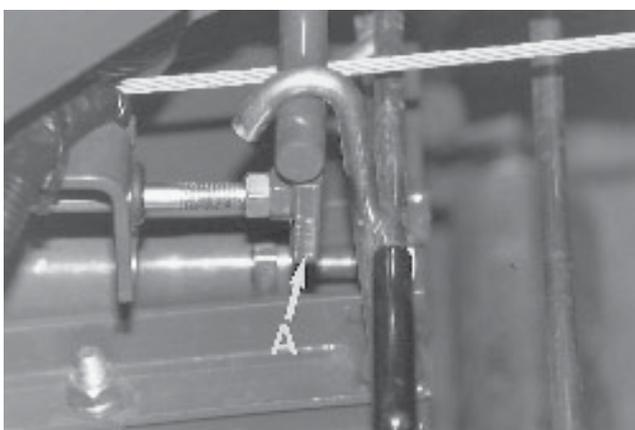

Fig.20
**PTO SAFETY INTERLOCK (Rear Reel)** (Fig.20)
**KRACHTAFNEMER VEILIGHEIDSVERGRENDELING** (Achterste rol) (Afb.20)
**DISPOSITIF DE VERROUILLAGE DE SECURITE DE PRISE DE FORCE** (Cylindre Arrière) (Fig. 20)